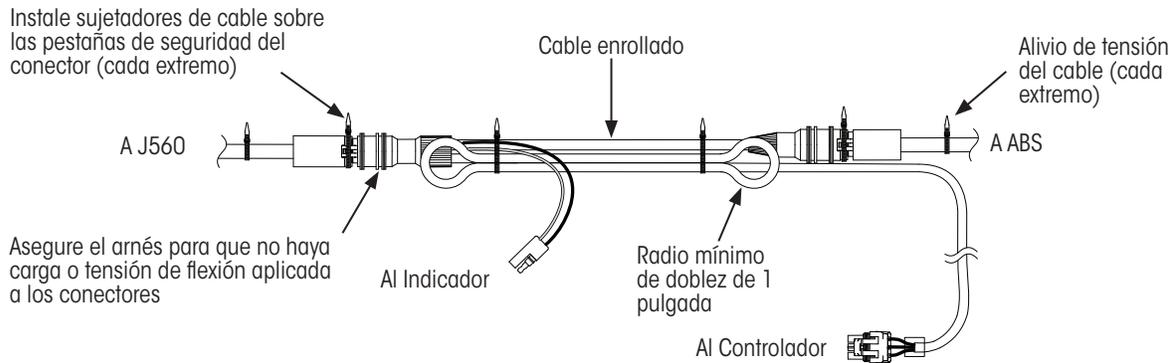

Figura 45: Sujeción del arnés
NO doble el cable cerca de los conectores, Figura 45. Esto pone tensión en los conectores y puede resultar en la pérdida de conexión y/o falla del arnés.
3. **Apoye** el arnés cerca de los conectores, como se muestra en la Figura 45, para que los conectores no soporten el peso del cable. Asegúrese de que las conexiones son seguras y no se muevan durante la operación del vehículo.
4. **Enrolle** el exceso de cable como se muestra en la Figura 45.